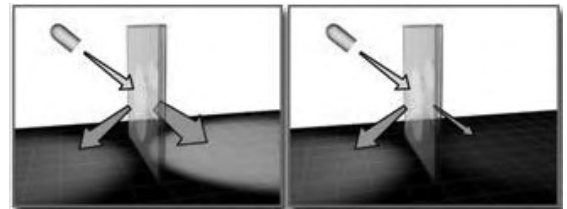

Fig.13.33
- **Echelle de coeff. de transmission (Transmittance scale) :** augmente ou réduit la quantité d'énergie transmise par le matériau. Cette valeur est comprise entre 0 et 1000. Valeur par défaut = 100 (fig.13.33).